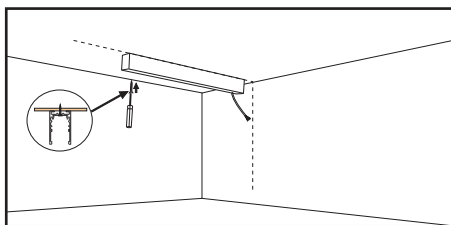

FIG 3
3. Install the track into the ceiling with self-tapping screws and the power cord enters through the hole of the track outlet. Ensure the screw is firmly installed with the track (Ref Fig 3).
3. Installez le rail sur le plafond à l'aide de vis autotaraudeuses et passez le câble d'alimentation à travers le trou de la sortie du rail. Assurez-vous que la vis est fixée fermement sur le rail (réf. Fig. 3).